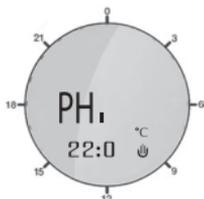

Рисунок 8. Индикация настройки комфортной температуры
Нажмите повторно клавишу меню (1), чтобы войти в настройку комфортной (максимальной) температуры, на дисплее появится индикация соответствующая рис. 8.